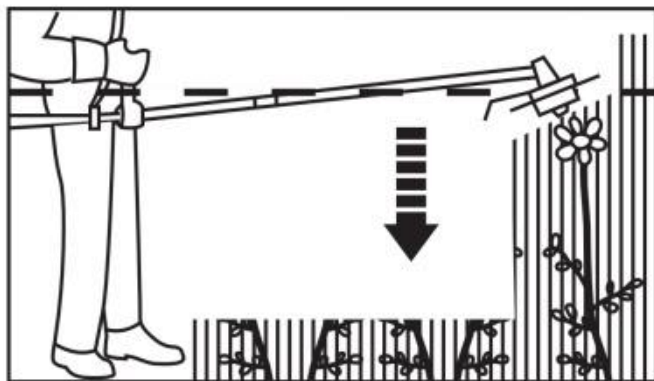

Fig. 43
4. Nigdy nie trzymaj głowicy tnącej wyżej niż biodro (rys. 43). Im wyżej będziesz trzymał głowicę tnącą, tym większe będzie ryzyko wyrzucenia przedmiotów.